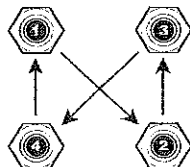

Fig. 11 Pose des roues
La tige de valve étant dirigée vers l'extérieur, monter la roue sur le moyeu avec les écrous de roue. Serrer les écrous de roue (1) à la main en alternant selon une configuration croisée (Fig. 11). Coupler les écrous entre 50-85 ft. lbs. (70-115 Nm), par incréments de 20 ft. lbs. (30 Nm), en suivant la séquence croisée.